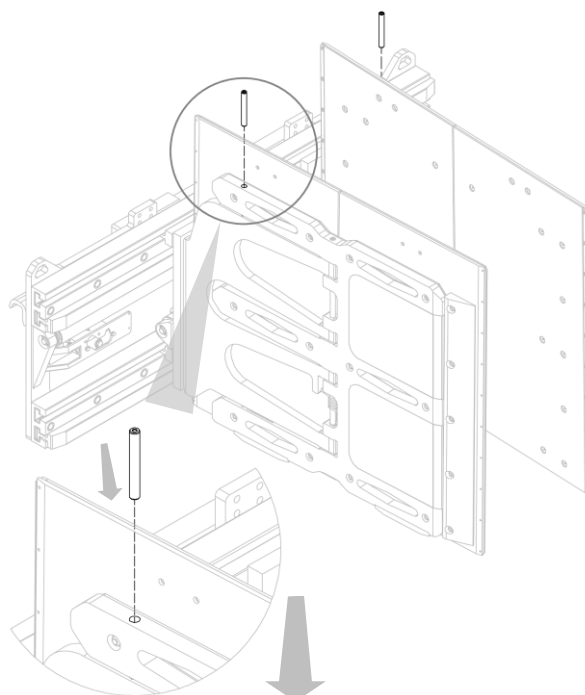
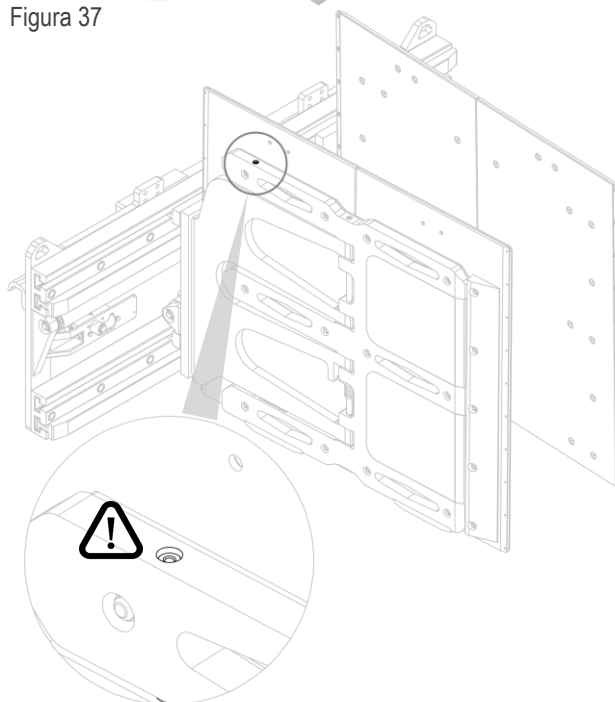

Figura 37
Figura 38
2. Inserire, uno per volta, i perni superiori di fermo oscillazione negli appositi fori della ganascia (vedi *Figura 37*).
N.B. Il perno va in battuta nella forcella, quindi è necessario che al momento dell'inserimento dei perni i fori di forcella e ganascia combacino, e perciò che l'oscillazione della ganascia sulla forcella sia di 0° (vedi *Figura 37* e *Figura 38*).